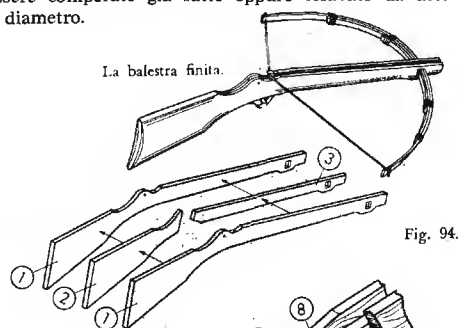

Fig. 94.
Per ricavare una balestra da un unico pezzo occorre un notevole grado di abilità; la costruzione descritta in questo capitolo, invece, è basata sulla combinazione di tre strati e risulta quindi molto più agevole (fig. 94). Seguendo le misure della figura 93, tagliamo i due pezzi esterni uguali (1) ed i pezzi (2) e (3) che costituiscono lo strato interno. I pezzi vengono incollati in modo che nel centro resti la fessura per il grilletto (4) e nella parte superiore la fessura per la freccia. L'incollatura deve essere fatta a regola d'arte, e i pezzi devono essere lasciati nei morsetti per un tempo sufficiente; se è possibile, devono essere anche inchiodati. Si procede poi alla rasatura ed alla rifinitura delle parti tondeggianti con carta vetrata.